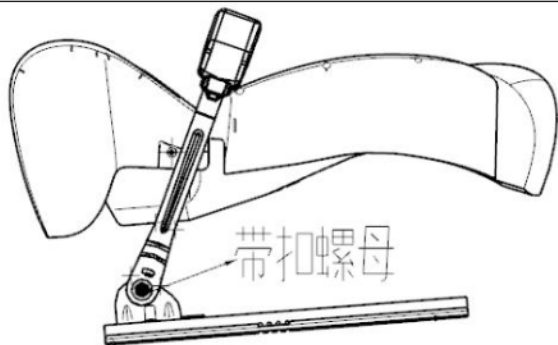

图 1-5
- 10、拆卸带扣螺母，然后拆除安全带带扣。螺栓拧紧力矩 **45N.m**（图 1-5）。